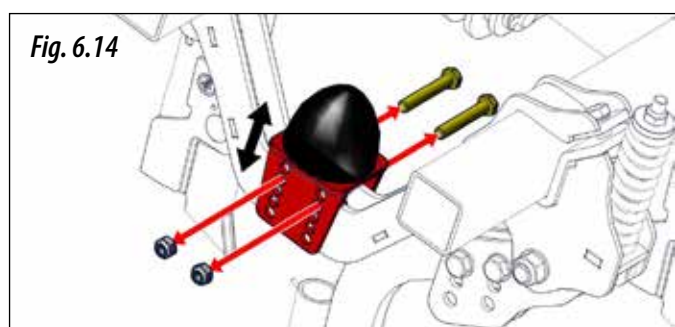

Fig. 6.14
- 2- Retirar los tornillos y las tuercas (Fig. 6.14).
- 2- Desplazar el tope hasta la posición deseada (Fig 6.14).